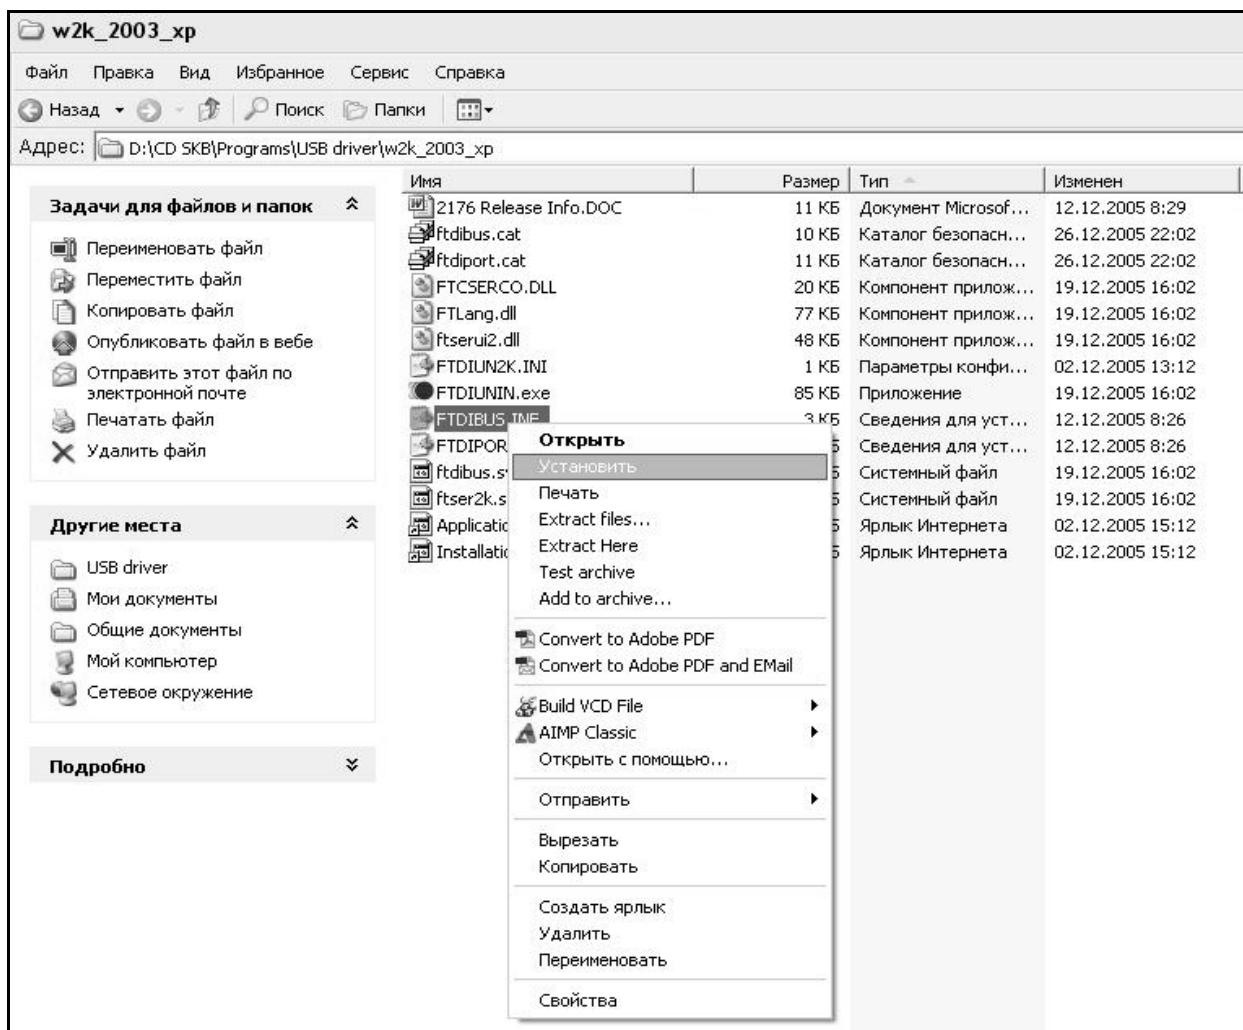

Рисунок 8 - Окно ручной установки драйвера
- нажать правой клавишей мыши на файле FTDIBUS.INF в выпадающем меню выберите пункт «Установить» (см. рис. 8);